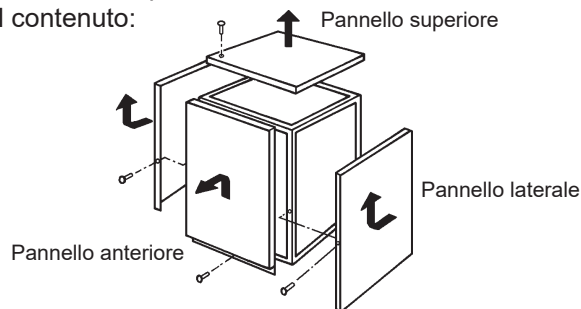

Fig. 2
- 3) Rimuovere i pannelli anteriore, superiore e laterali. Vedi Fig. 2.